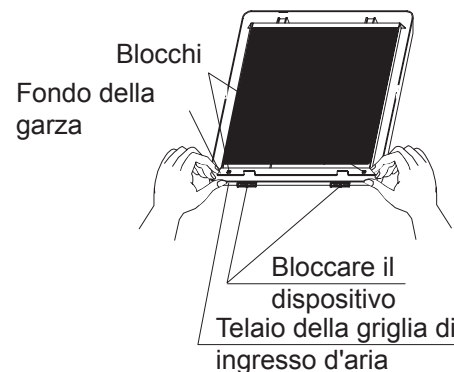

Fig. 3
2. Smontare la garza: premere il telaio esterno della griglia di ingresso d'aria con il pollice, tirare l'angolo di base della garza con l'indice ed estrarlo facendo sganciare le chiusure delle garze e smontare la garza (come mostrato in Fig. 3).
1. Montare la garza: contrario ai passaggi di smontaggio della garza (come mostrato nella Fig. 3 sopra).